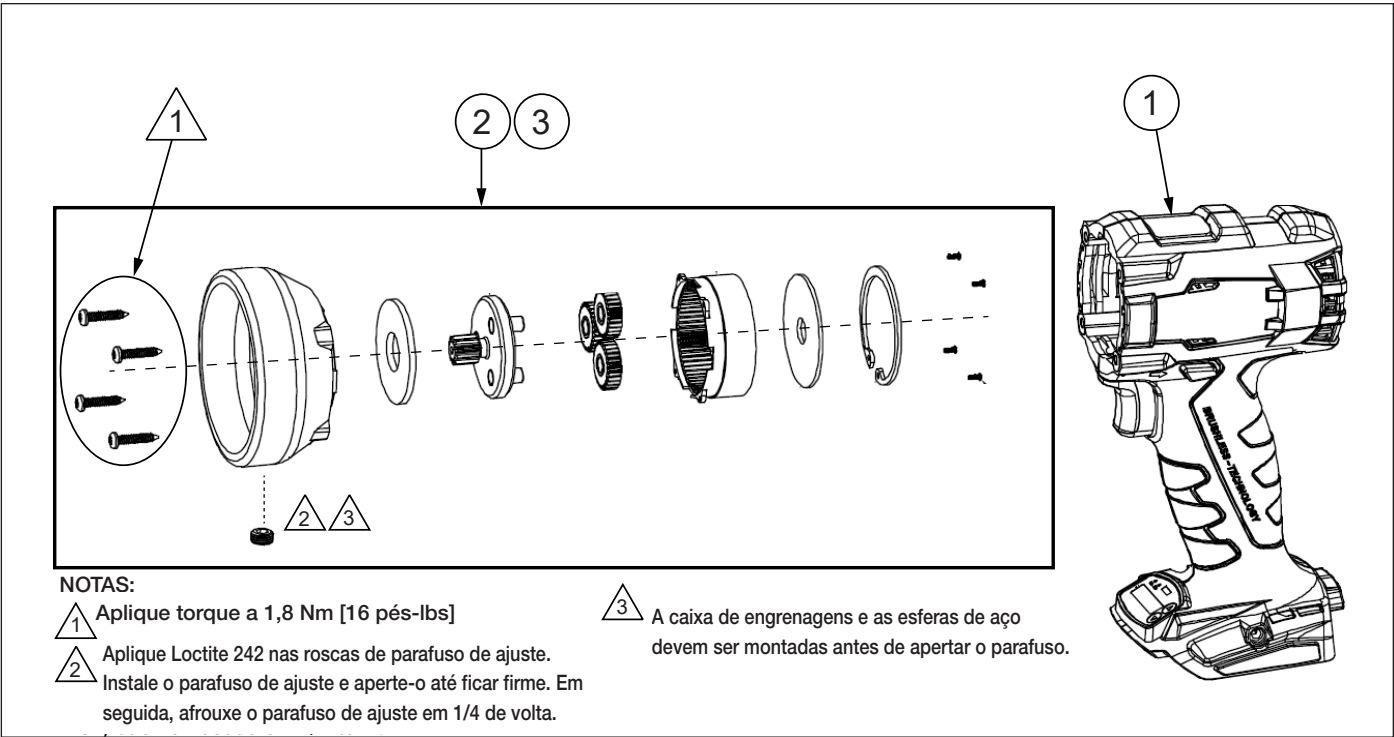

Figura 6: Kit Adaptador do Manípulo
9.1.1 Tabela de Peças (Figura 6)